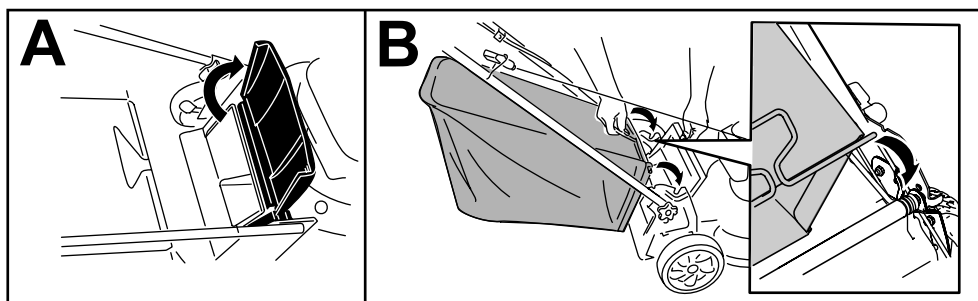

Figure 14
1. Soulevez le déflecteur arrière et maintenez-le dans cette position (A de Figure 14).
2. Montez le bac à herbe en veillant à insérer les ergots dans les crans du guidon (B de Figure 14).